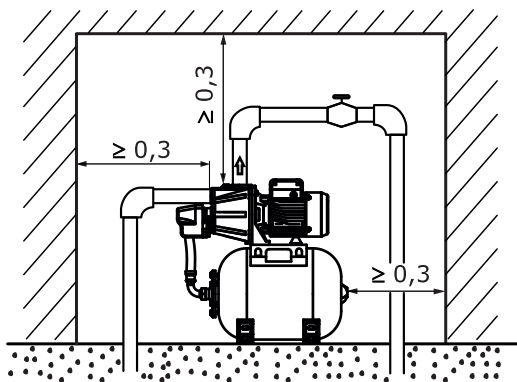

Рис.3 Установка насосной станции в помещении
- При установке насосной станции в помещении соблюдайте размеры, как показано на **Рис.3**.